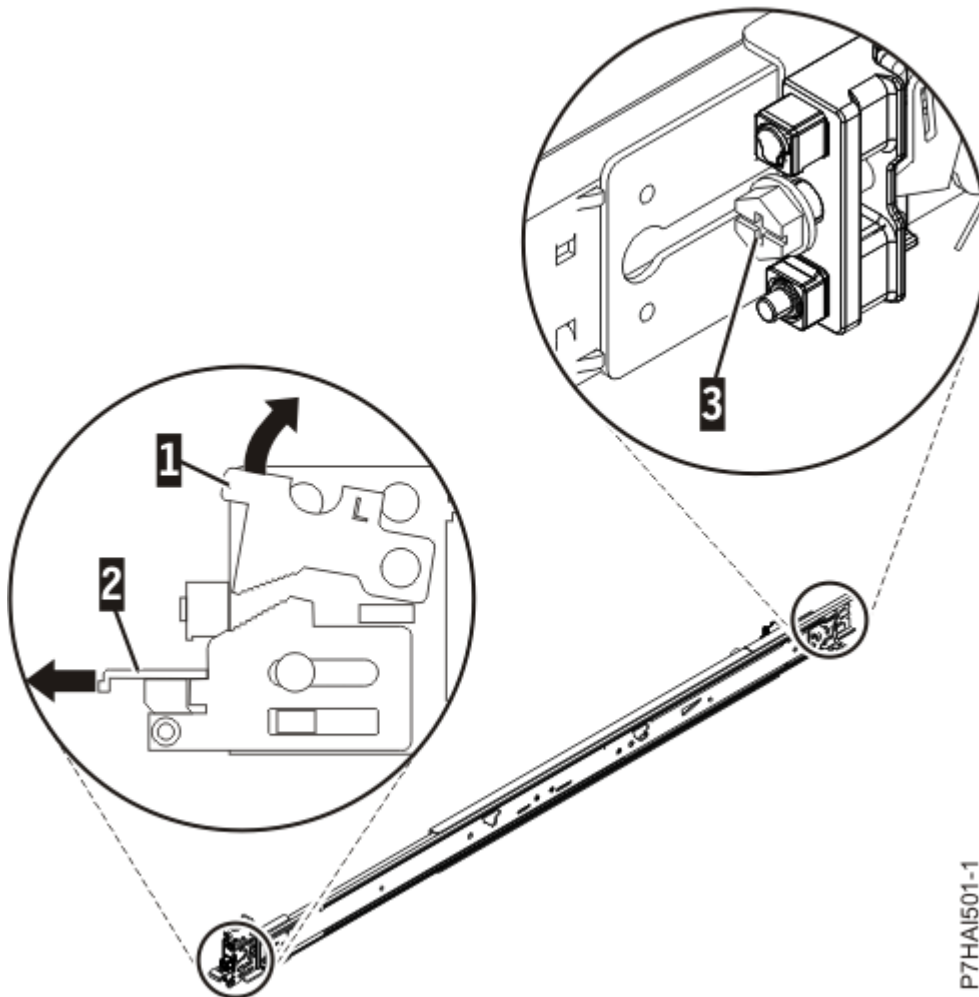

図 2. 前面ラッチの開放および後部ねじの取り外し
2. 前面のロックング・タブ **(1)** を押し上げて、レールの前部にある前面ラッチ **(2)** を引き出します。次に、レール **(3)** の後部からねじを取り外します。詳しくは 4 ページの図 2 を参照してください。